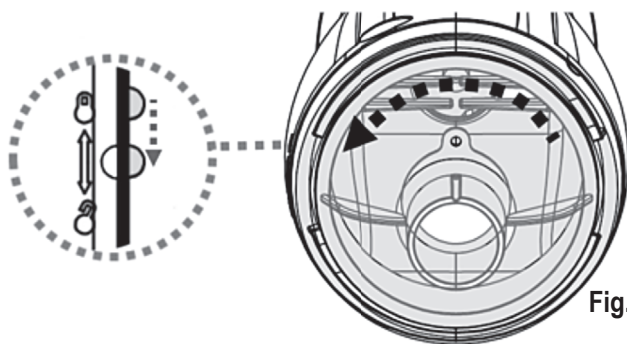

Fig.1
- 2) Aguante el cuerpo del limpiafondos y gire el contenedor transparente en sentido contrario a las agujas del reloj hasta que la marca blanca en el contenedor transparente alcance la marca de desbloqueo. **(Fig.1)** Retire el contenedor transparente y luego saque el saco de filtro / cesta filtrante del limpiafondos.